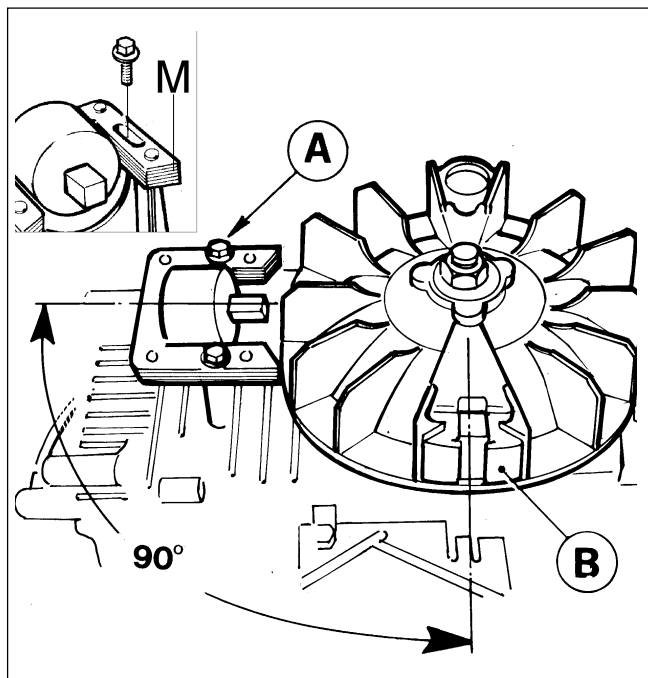

Fig. 16
Sur les moteurs BV, c'est un système d'allumage avec bobine externe qui est monté. Sur ce type de système d'allumage, l'ensemble bobine est placé sur deux montants situés sur le cylindre (Fig. 16).
- Positionner le volant avec les masses (**B**) disposées comme indiqué Fig. 16.